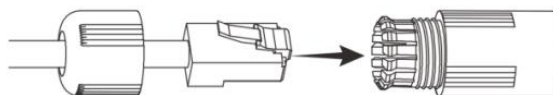

Рисунок 6.7 — Колпачок
2. Аккуратно протяните разъем RJ-45 сетевого кабеля через колпачок, а затем через основание муфты (Рисунок 6.7).